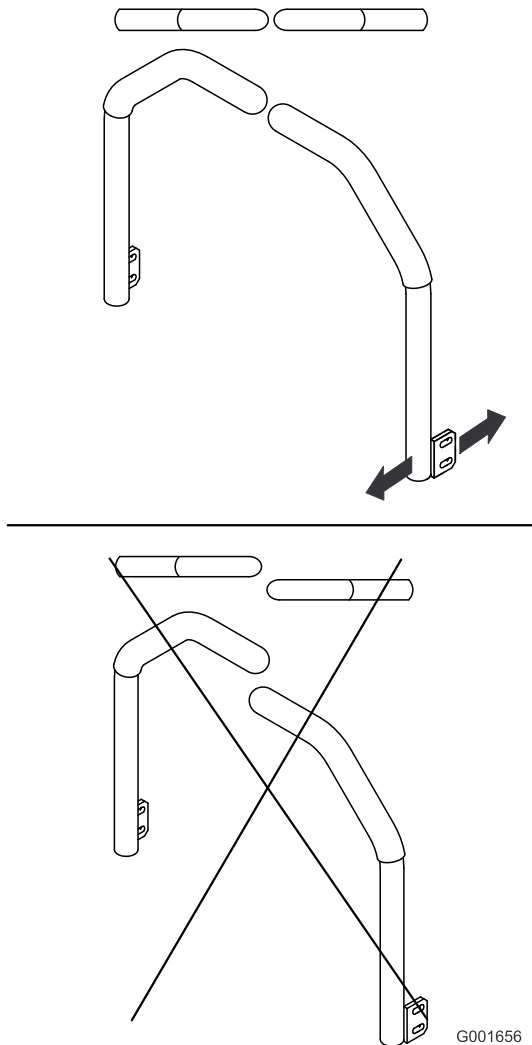

図 59
5. この状態で、左右のコントロールレバーが整列するように調整し、ボルトを締めて、各レバーをポストに固定する(図 59)。